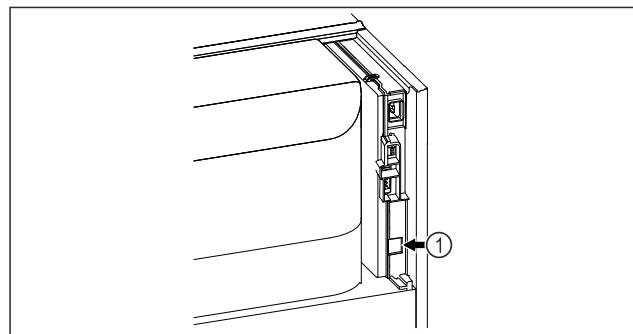

Fig. 139
- A SmartModule Fig. 139 (1) be van helyezve.